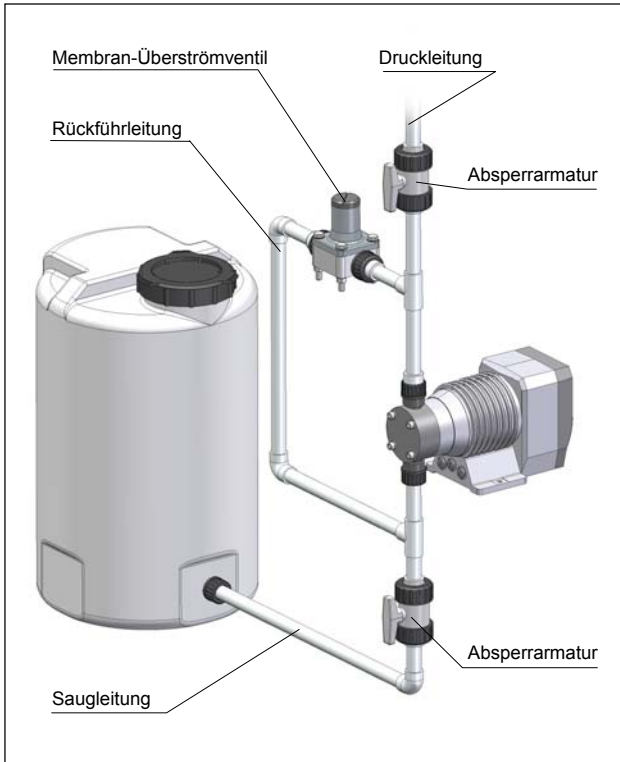

Abb. 15 Installation mit Überströmventil
- oder direkt an die Pumpensaugleitung anschließen, jedoch nur, wenn kein Rückschlagventil in der Saugleitung vorhanden ist (z.B. Fußventil einer Sauglanze) (vgl. Abb. 15).